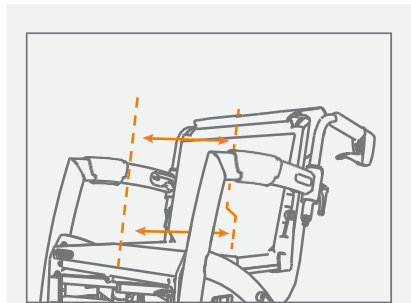

Figura 53: Aflojar las dos correas de ajuste inferiores.
- d. En la mayoría de los casos, las correas inferiores se ajustarán más sueltas que las dos correas superiores (**Figura 53**). Fije el velcro de modo que la pelvis del usuario quede correctamente erguida y el respaldo apoye la espalda.